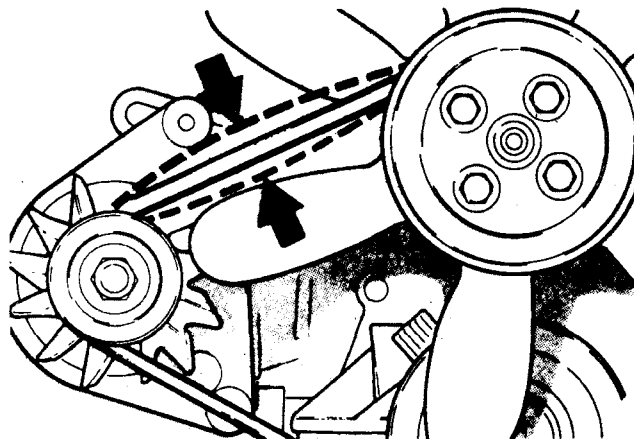

Рис. 2.9. Проверка натяжения ремня вентилятора.
2. При нормальном натяжении ремня прогиб в средней точке на участке между шкивами генератора переменного тока и водяного насоса (см. рис. 2.9) составляет 12,7 мм.